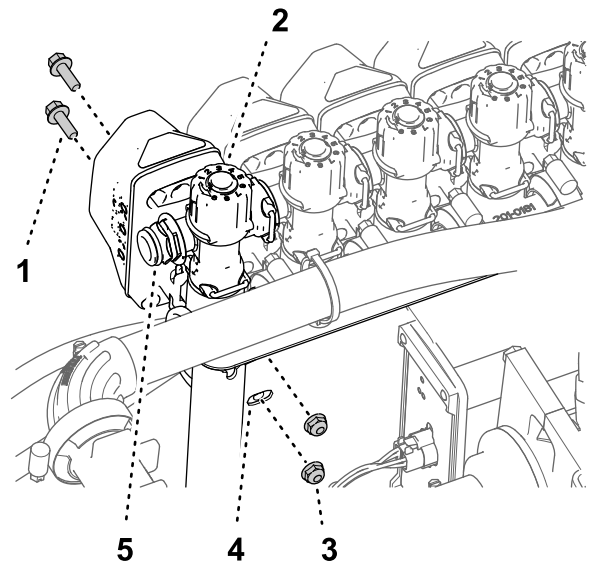
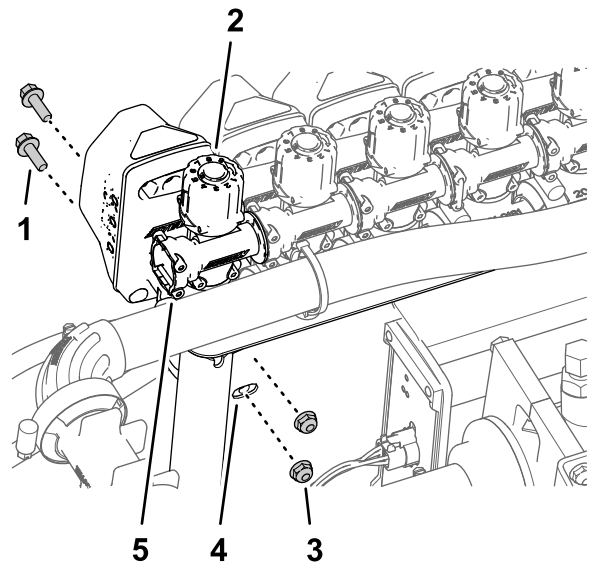

Figure 106
Figure 107
3. Montez la vanne de buse 10 sur le support de vanne (Figure 106 ou Figure 107) à l'aide des 2 boulons à embase ($\frac{1}{4}$ " x $\frac{3}{4}$ ") et des 2 contre-écrous à embase ($\frac{1}{4}$ ") que vous avez